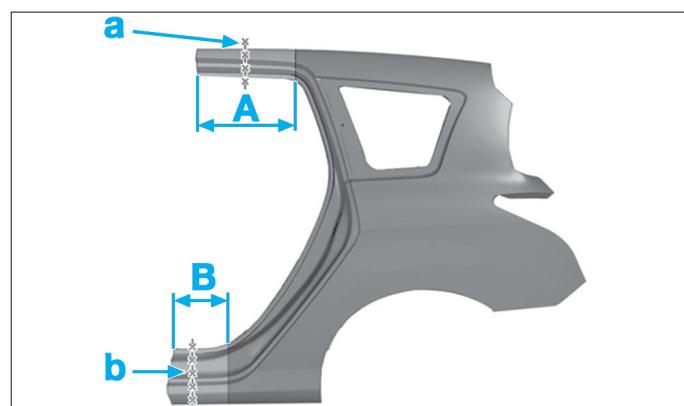

FIG. 175
- Tracer dans les zones (A) et (B) les lignes de coupe (a) et (b) puis découper la pièce neuve (Fig.175).